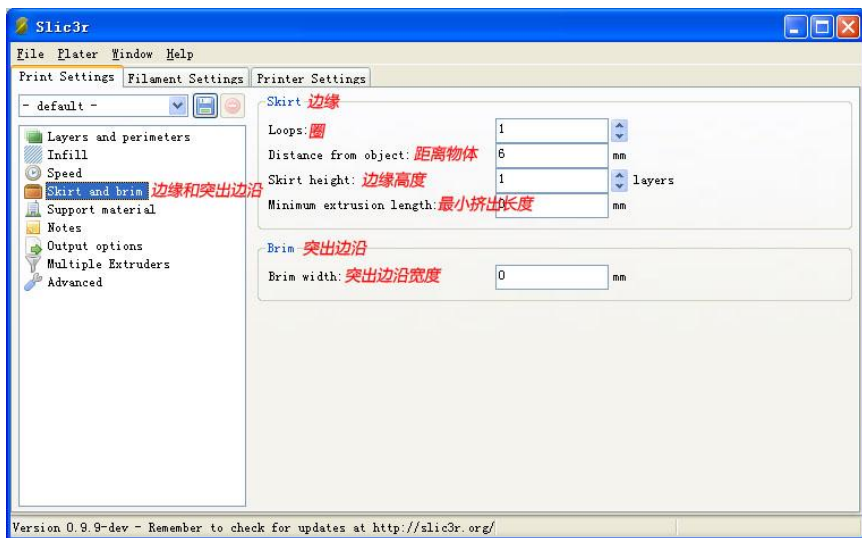

图 4-9 Slic3r 边缘和突出边沿设置
(4) 设置 Skirt and brim(边缘和突出边沿) 如图 4-9 所示。